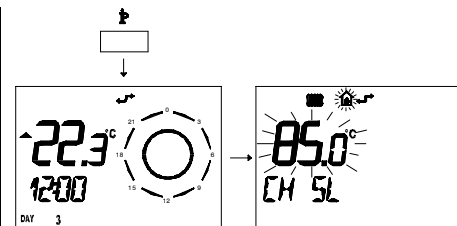

fig. 5.20
- 2 Premere per più di 3 secondi il pulsante P per entrare in modalità *INFO*. (fig. 5.20)